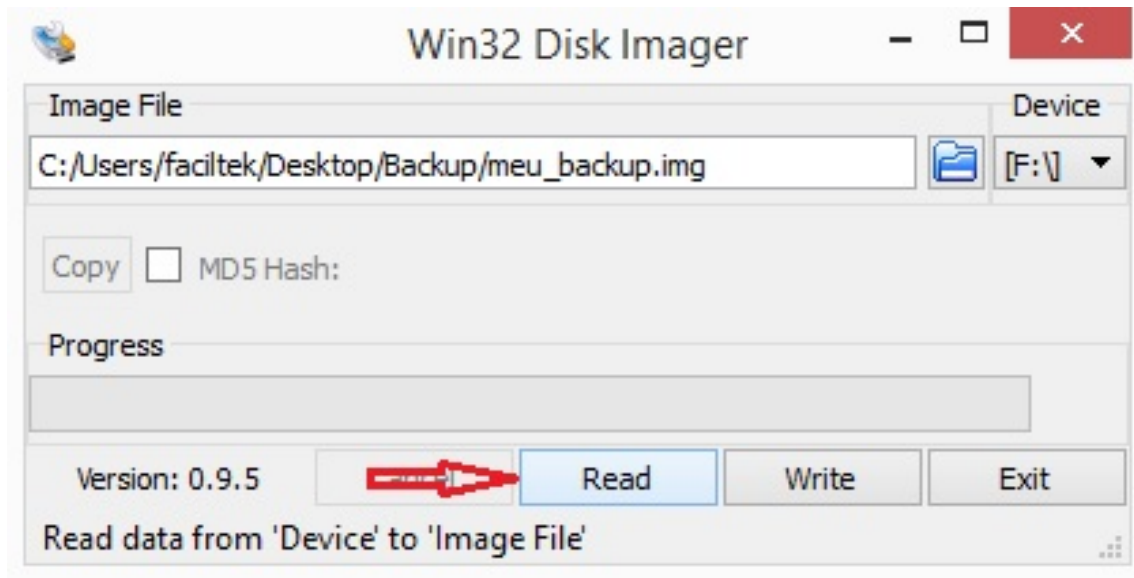

Figura 3.16: Concluir backup.
- Finalmente clique no botão “Read” (Figura 3.16), confirme e aguarde o processo ser concluído.